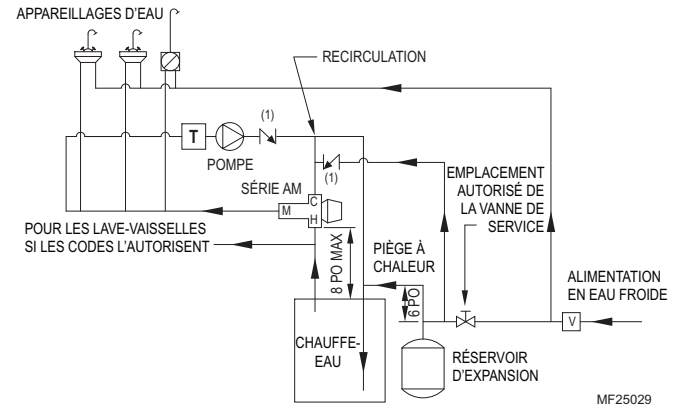

Fig. 5. Chauffe-eau avec recirculation.
- Installer la pompe de recirculation entre l'ancien robinet et le chauffe-eau comme illustré dans les Figures 5 et 6.